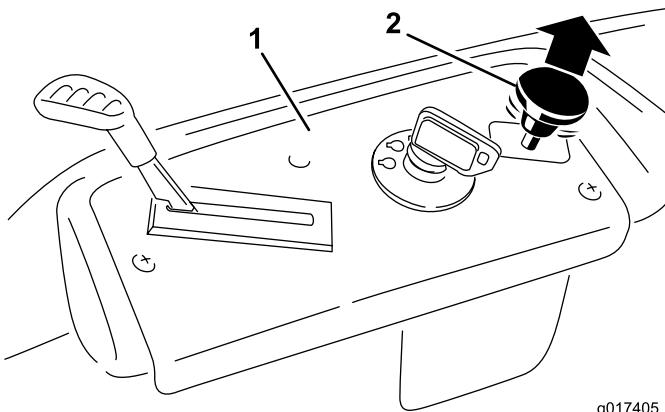

Figure 14
- Tirez sur la commande des lames pour la placer en position engagée et engager les lames (Figure 14).